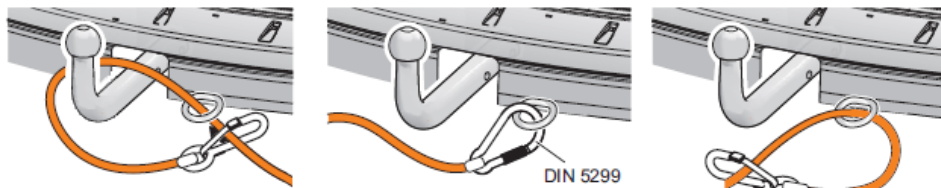

Abbildung 20 - Abreißseil
3. Befestigen Sie das Abreißseil den dafür vorgesehenen Punkt am Fahrzeug (Abbildung 20).